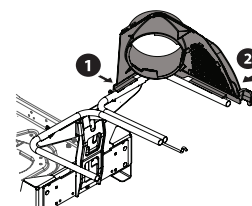

Figura 6
1. Incline la parte delantera del soporte del canal superior (631-05491B) ligeramente hacia adelante. Deslice la horquilla detrás de la pestaña, luego rompa el pestillo frontal hacia el carril, como se muestra en (1) de la Figura 6.
2. Coloque el soporte del canal superior en su lugar primero cortando la porción lateral hacia el carril de soporte de la embolsadora. Consulte (2) en Figura 6.